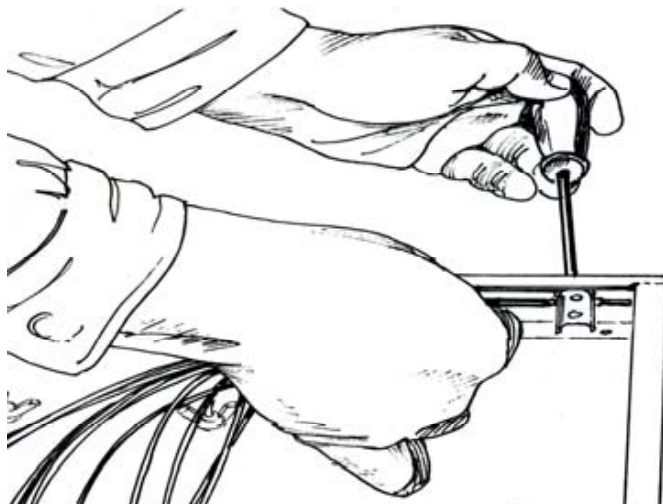

Рис. 3.6. Крепление ЦСЭ к шкафу
3.1.6. Отрезают на необходимую длину ЦСЭ, удаляют пластмассовую оболочку (если она есть) и закрепляют планкой с двумя винтами (Рис. 3.6). Далее подсоединяют экранирующий провод к специальной клемме заземления.